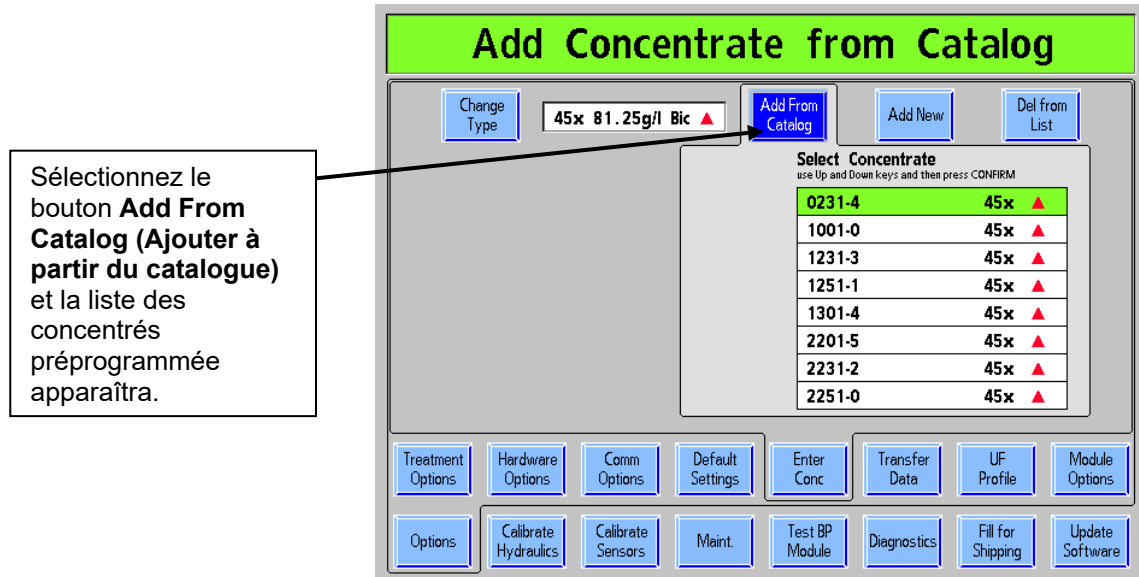

Figure 118 – Ajout de concentrer acide à partir du catalogue
- a. **NaturaLyte** (reportez-vous à la Figure 118 qui précède) : saisissez les valeurs suivantes : Na⁺ (sodium), K⁺ (potassium), Ca⁺⁺ (calcium), Mg⁺⁺ (magnésium), Acetic Acid (acide acétique) (acétate) et Dextrose. Les valeurs calculées sont Cl⁻ (chlorures) et Na Acetate (acétate de Na).